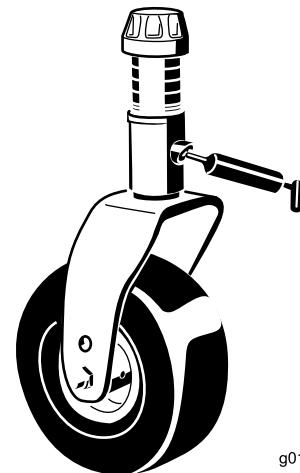

Figura 66
- Boccole (1) dell'asse della forcella della ruota orientabile (Figura 66)
- Boccole del perno del braccio di rinvio (1) (situate sotto il braccio di rinvio)